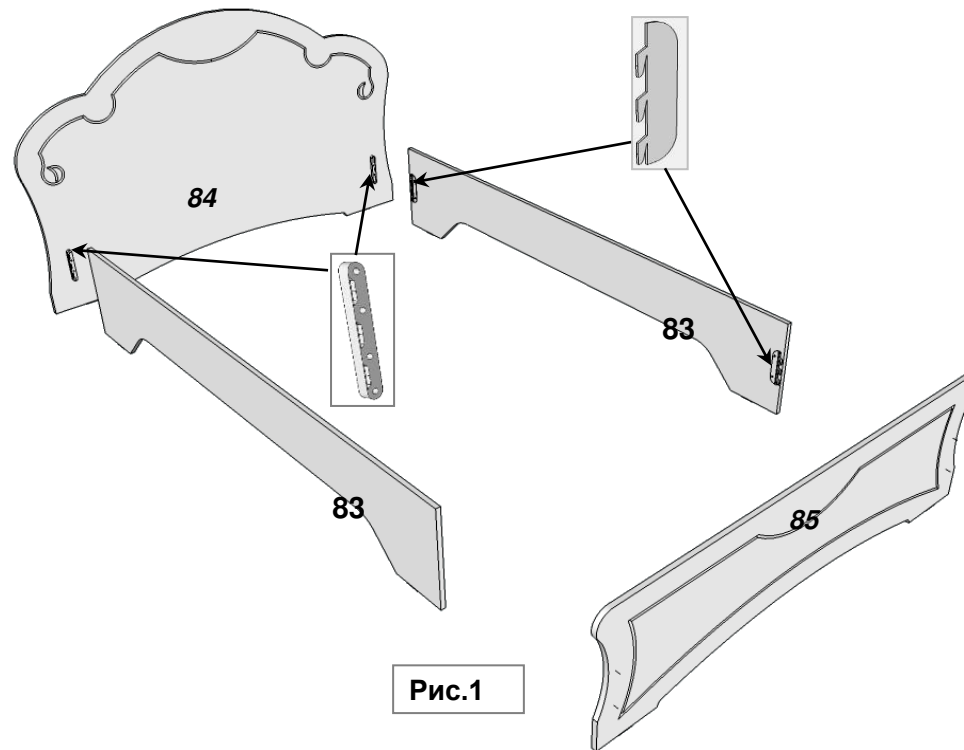
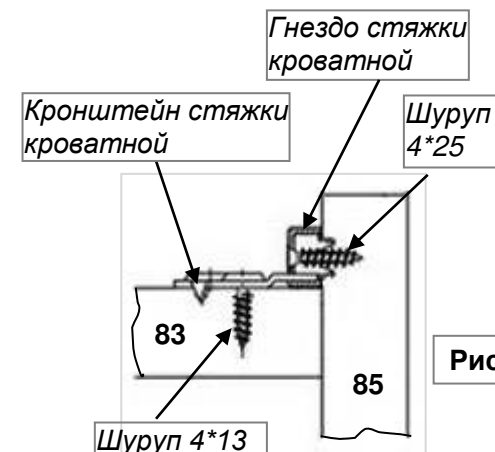

Рис.1
Рис.2
1. Шипы кронштейна стяжки кроватной вставьте в отверстия на внутренней стороне спинки ножной (поз.85), спинки головной (поз.84) как показано на рис. 1. и закрепите их на шурупы 4\*13 (смотри рис. 2) .
2. На царги (поз.83) установите гнездо стяжки кроватной на шурупы 4\*25 (смотри схему сборки и рис.2) по имеющимся наколам.